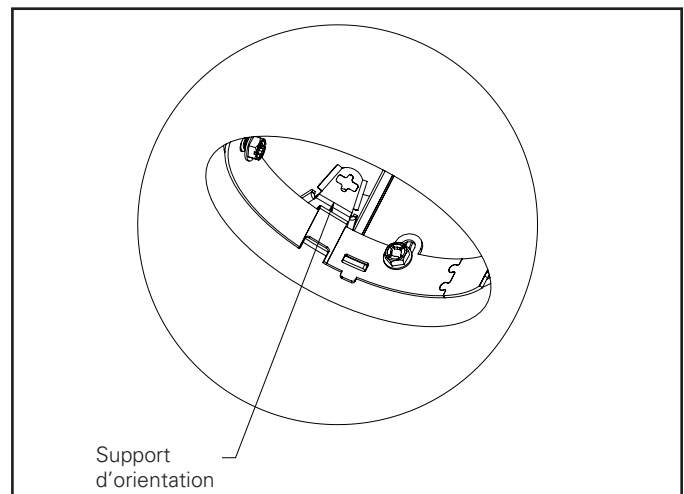

Figure 16B.
2. Tournez le mécanisme à la position souhaitée à l'aide du support d'orientation et d'un tournevis (Figure 16B). Serrez la vis à oreilles.